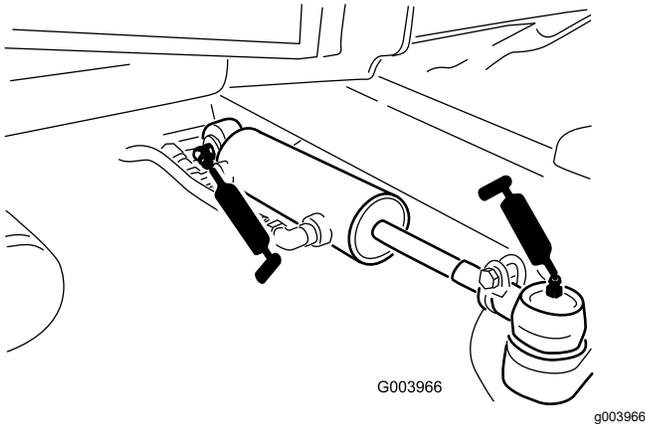

Figura 75
- Giunti a sfera (2) del cilindro di sterzo (Figura 75)